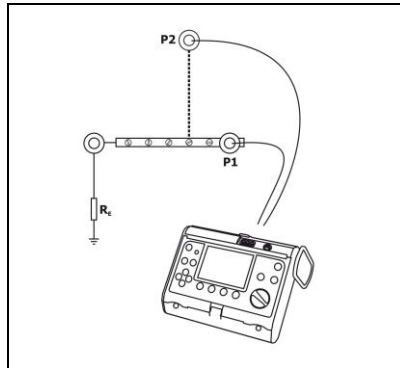

Fig. 16. Conexión del medidor.
- conectar el medidor con los cables a la toma de corriente del tablero según la Fig. 16,